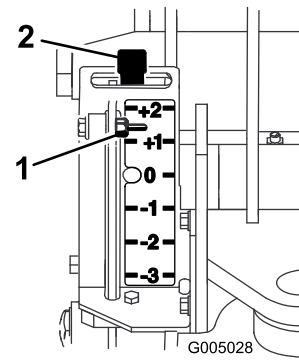
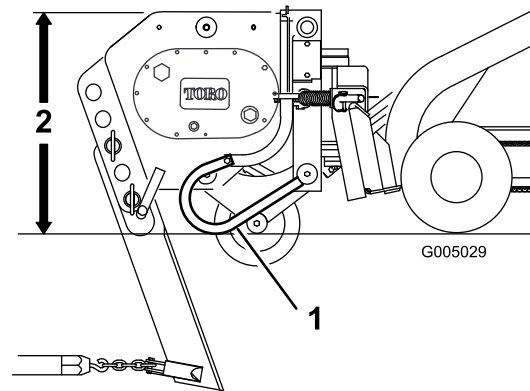

Figura 6
Figura 7
5. Gire totalmente hacia atrás la placa de montaje del accesorio hasta que la parte superior del arado esté paralela al suelo (Figura 7).
El indicador está situado en el lado izquierdo del arado, frente a la unidad de tracción. Un conjunto de varilla va desde el indicador al suelo. Al elevarse el arado, el indicador se desplaza hacia abajo. Unas señales del indicador indican la diferencia en pulgadas entre la profundidad de arado y la profundidad máxima. El indicador está calibrado desde +2 a -3 pulgadas (+5 a -7,6 cm), siendo el cero la profundidad máxima sobre suelo desnudo: -3 equivale a 3 pulgadas (7,6 cm) por encima de la profundidad máxima. Figura 6 y Figura 7 muestran la configuración del indicador.